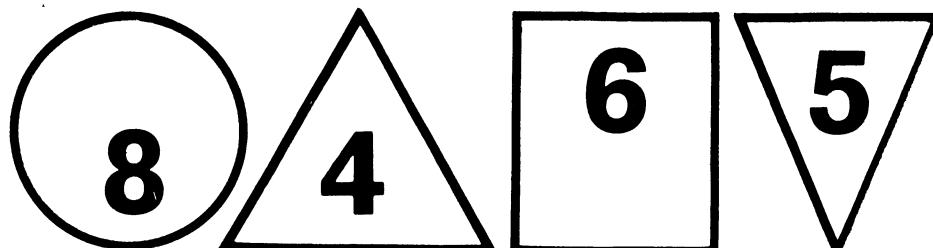

Рис. 14. К задаче 18
18. Запомните за 2 секунды расположение форм с цифрами и подсчитайте сумму (рис. 14).